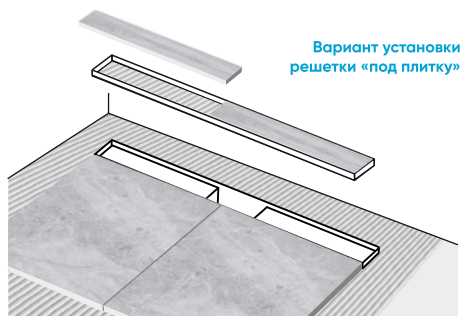

Рис. 9
9. При выборе варианта установки решетки «под плитку» уложите плитку по внутреннему размеру решетки. (рис. 9).